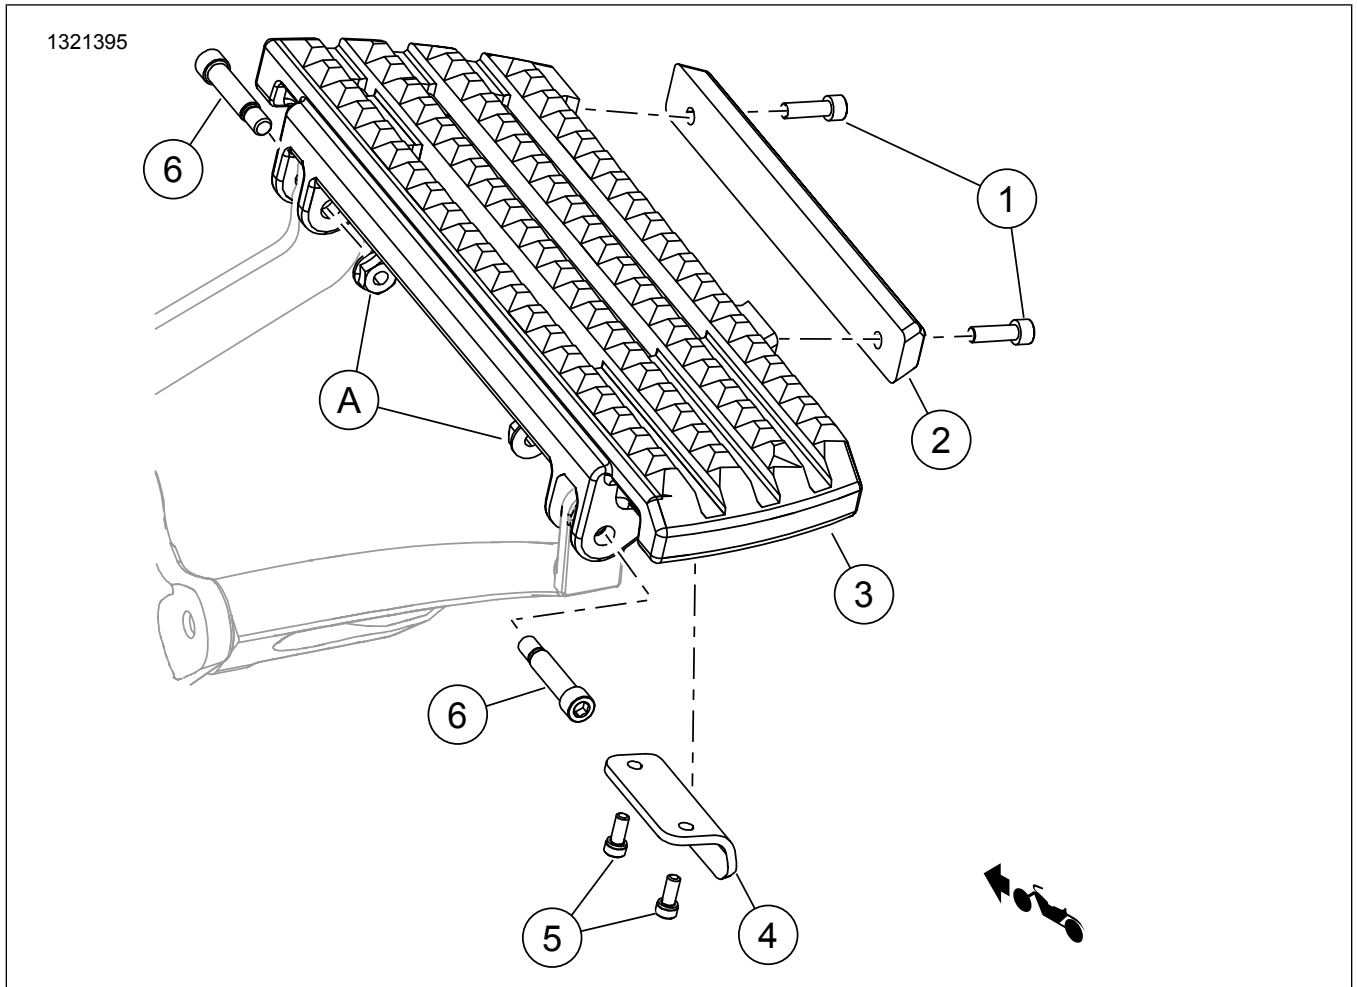

图1。套件内容：骑手脚踏板部件
2. 套件50501294、50501295：参见图1。拆下脚踏板。
2. 参见图1。安装脚踏板。